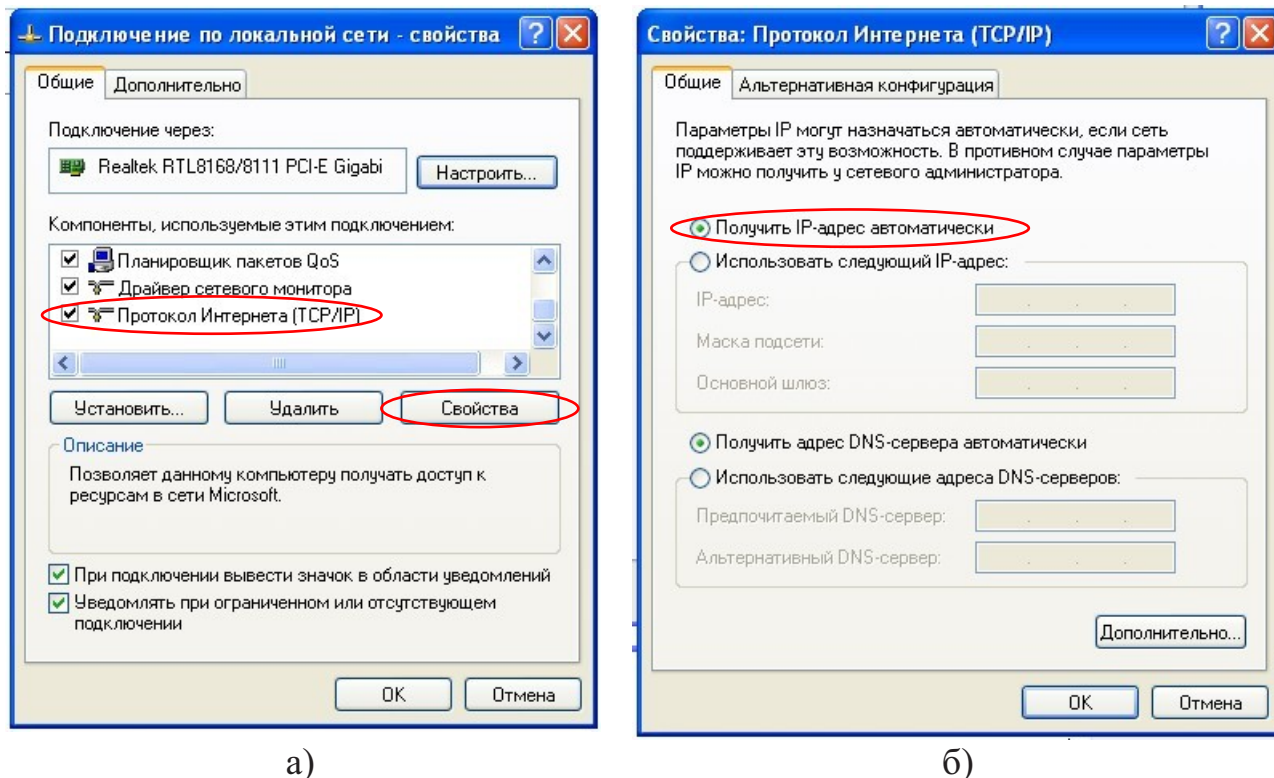

Рисунок 4.4 – Окно «Сетевые подключения»
4) в открывшемся диалоге выбрать «Протокол Интернета (TCP/IP)», нажать кнопку «Свойства» (рисунок 4.4-а), установить пункт «Получить IP-адрес автоматически» (рисунок 4.4-б) и нажать кнопку «Ок».